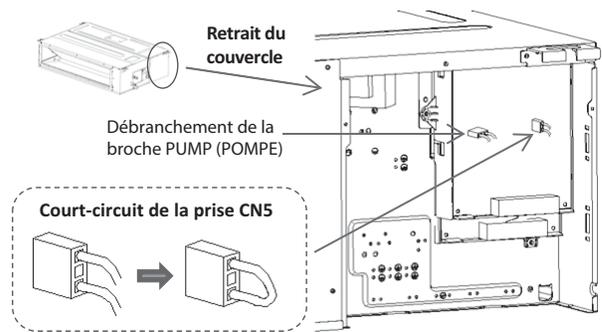

Figure 19 – Débranchement de la broche PUMP (POMPE)
- Ouvrez le couvercle du boîtier E-Parts, débranchez la broche PUMP (POMPE) pour désactiver la pompe, puis court-circuitez la prise CN5 pour désactiver le capteur de niveau d'eau (consultez les figures 19 et 26).